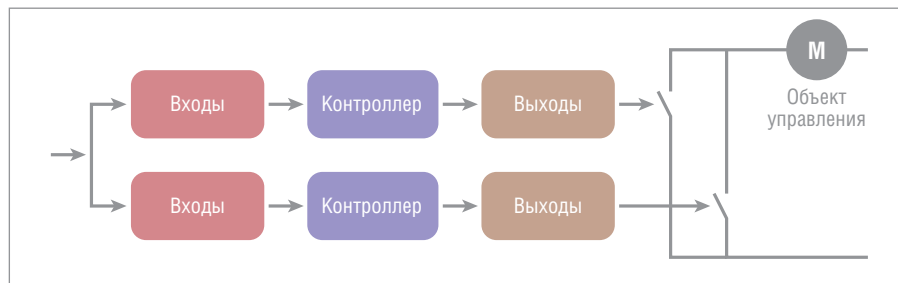
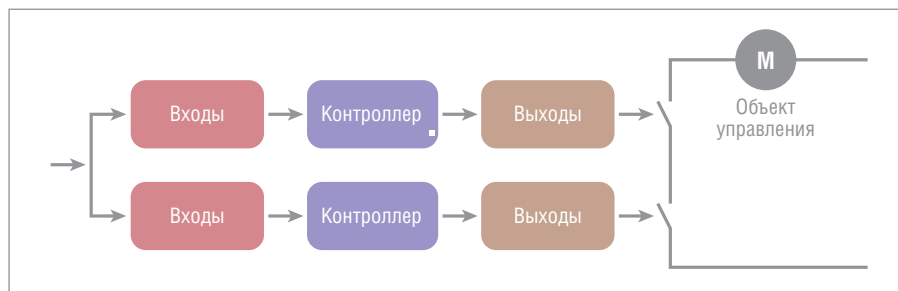

Рис. 1. Система 1oo2
Рис. 2. Система 2oo2
Наиболее действенной стратегией придания надёжности системам является дублирование (или резервирование) их значимых компонентов. Компонент, сбой в работе которого останавливает работу системы, называется единой точкой отказа (SPOF — Single Point of Failure). Если реализовать избыточность критических компонентов, таких как ЦПУ, то доступность и/или надёжность возрастает. В зависимости от преследуемой цели можно выбирать различные конфигурации резервирования. Для этого нужно планировать функциональность, которая должна быть в рабочем состоянии даже в случае сбоя (М), по сравнению с общим количеством избыточных функций (N), то есть получать систему «М из N», или сокращённо MooN (M out of N). Например, конструкция 1oo2 увеличивает доступность системы и, как следствие, среднее время между отказами (MTBF — Mean Time Between Failures). Система 1oo2 (рис. 1) может продолжать работать, даже если один из двух процессоров выйдет из строя. Это называется отказоустойчивостью. MTBF такой системы увеличивается в 1,5 раза. Для обеспечения безопасности резервирования
все компоненты также должны обеспечивать идентичные результаты вычислений, чтобы можно было посредством сравнения обнаруживать ошибки. В простейшем случае это реализовано в примере системы 2oo2 (рис. 2). Эта схема гарантирует, что обе части системы работают одинаково в любое время. К сожалению, такая конструкция в 0,5 раза¹ снижает доступность (MTBF). Например, в случае ошибки системы управления подвижным составом поезд должен полностью остановиться, после чего система переходит в безопасное состояние, то есть она является отказоустойчивой. Однако вопрос правильного выбора типа резервирования не в том, нуждается ли вы в большей безопасности или доступности. Невозможно просто отключить критически важную функцию на борту самолёта. Она должна быть доступна и постоянно, и безопасно. Поэтому, если нужна высо-
¹В системе Mo0N для сохранения функциональности системы должны работать M из N каналов. В нашем примере системной функцией будет включение двигателя. В первом примере (рис. 1) достаточно работы одного канала; во втором примере (рис. 2) для включения двигателя должны быть работоспособны оба канала.